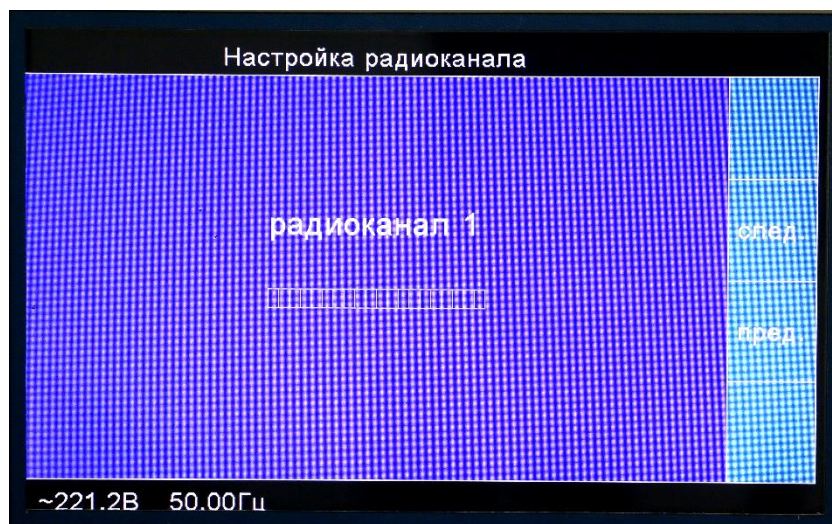

Рис.9.2.
9.3.6. Включить питание основного блока и с помощью кнопок «» или «» блока управления (рис. 4.2 поз.2) установить курсор на строку меню «Настройка радиоканала». Далее необходимо нажать кнопку «ВЫПОЛНИТЬ». На экране появится заставка, приведенная на рис.9.2. С помощью кнопок, расположенных рядом с надписями «СЛЕД.» и «ПРЕД» выбираем необходимый радиоканал .